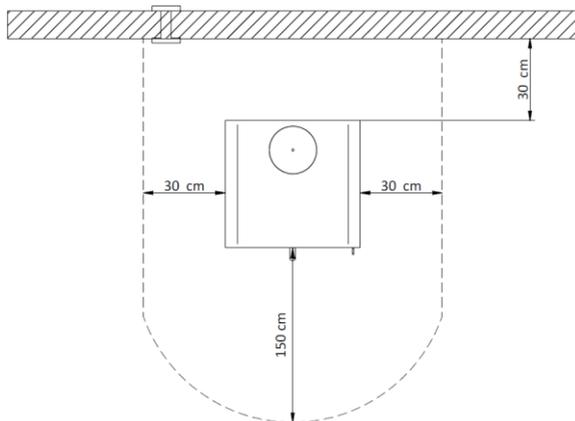

Figura 32 - Distancias mínimas de seguridad
* Alrededor de las paredes de la estufa no deben utilizarse materiales combustibles. Debe respetar una distancia de seguridad de 30 cm con respecto a la parte trasera, 30 cm a los lados y 150 cm en la parte frontal, Figura 32;